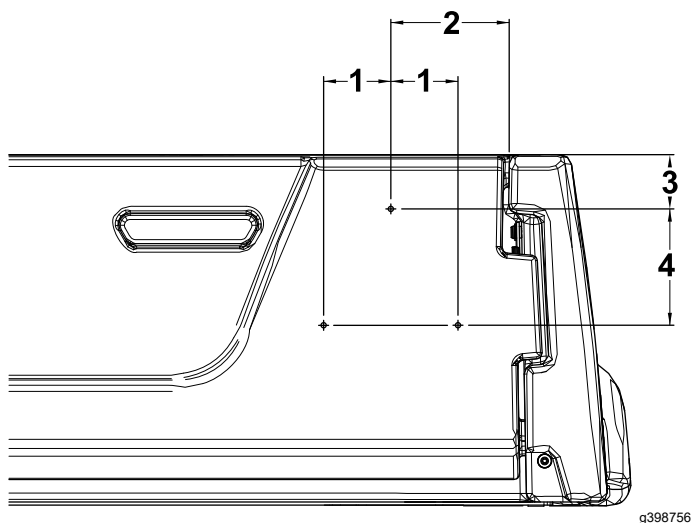

Figura 17
1. Pe partea dreaptă a capacului de descărcare din spate, măsoară 130 mm de la marginea din dreapta a capacului de descărcare din spate și 60 mm de la partea superioară a capacului de descărcare din spate și marchează acest loc (Figura 17).
2. Măsurai 128 mm în jos de la orificiul marcat la pasul 1 i 74 mm la dreapta i stânga i marcai cele 2 locuri (Figura 17).
3. Realizai un orificiu de 5 mm la fiecare dintre cele 3 locuri marcate (Figura 17).